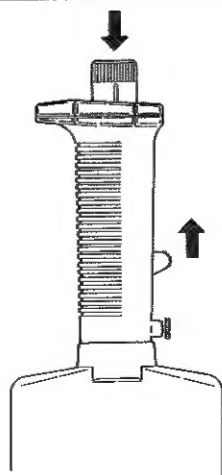

図 5
4. シリンジの先端部を、試薬トレイ内の液の中に入れて吸入レバーを押し上げて、液を吸入します。(図5)
5. プッシュボタンを押せば連続的に分注できます。(図5)